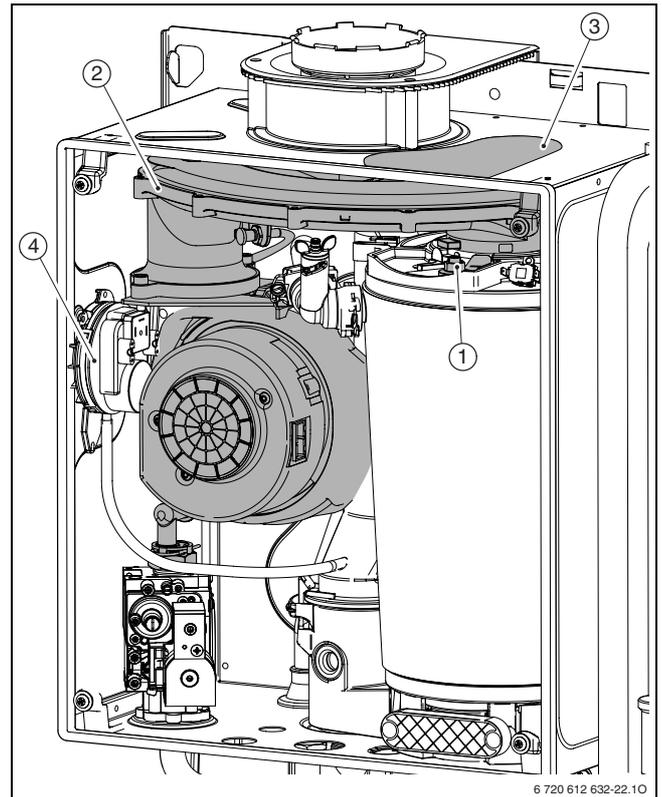

Fig. 44
- Togliere il coperchio fig. 44.